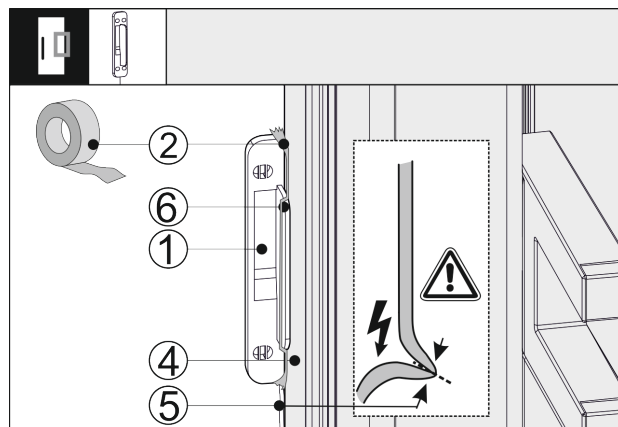

Fig. 42
- ▶ Поставете датчика за почукване Fig. 42 (1) странично на вратата на уреда Fig. 42 (4), така че ограничителят Fig. 42 (6) да приляга към вратата на уреда Fig. 42 (4). Кабелът на датчика Fig. 42 (5) е леко опънат и също приляга към вратата на уреда Fig. 42 (4).
- ▶ Фиксирайте датчика за почукване Fig. 42 (1) със залепваща лента Fig. 42 (2). По-късно датчикът за почукване се завинтва към мебелното чело.